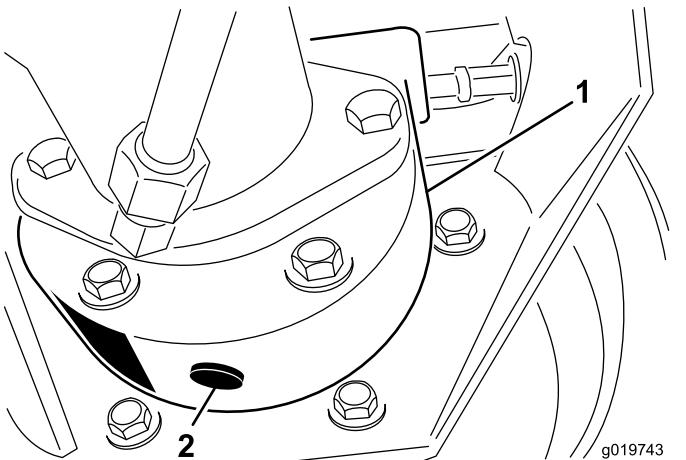

Bild 68
4. Stellen Sie eine Auffangwanne unter das Bremsgehäuse, entfernen Sie die Ablassschraube und lassen das Öl ablaufen (Bild 68).